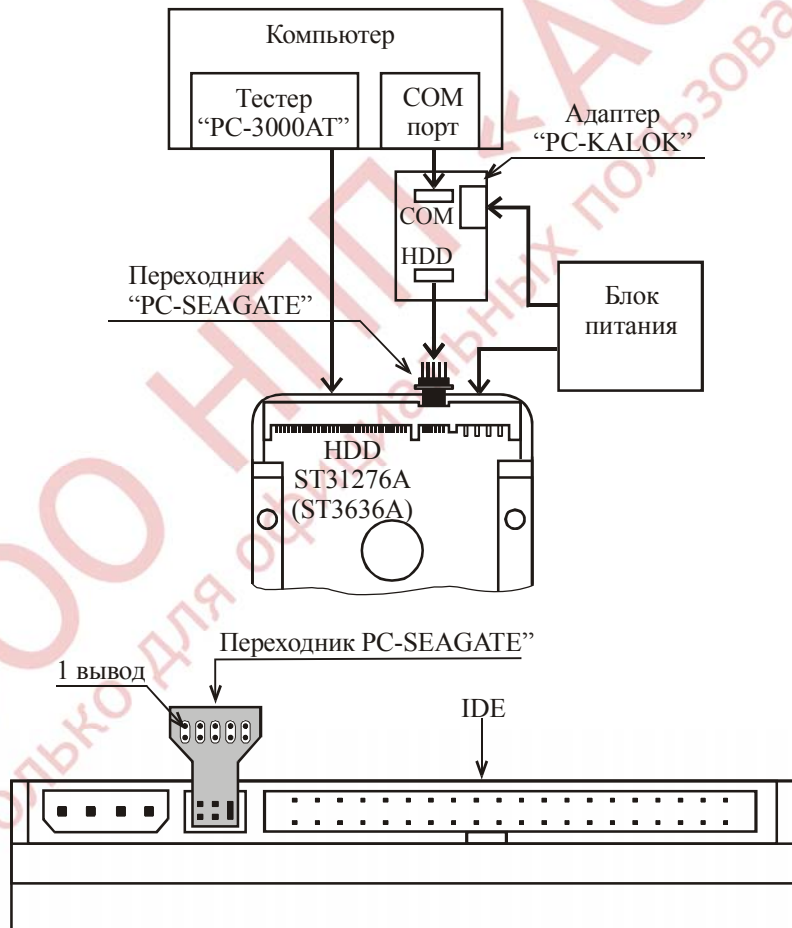
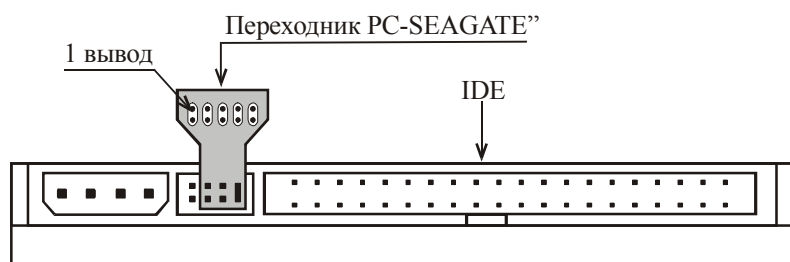

Рис. 2.1. Подключение HDD.
Рис. 2.2. Подключение HDD семейства ST38641A (ST36531A, ST34321A, ST32110A)
1. Подсоединить кабель "HDD" (9 pin) от платы адаптера "PC-KALOK" к технологическому порту накопителя (см. рис. 2.1.) при помощи переходника "PC-SEAGATE". Накопители семейства ST38641A (ST36531A, ST34321A, ST32110A) подключаются, как указано на рис.2.2.